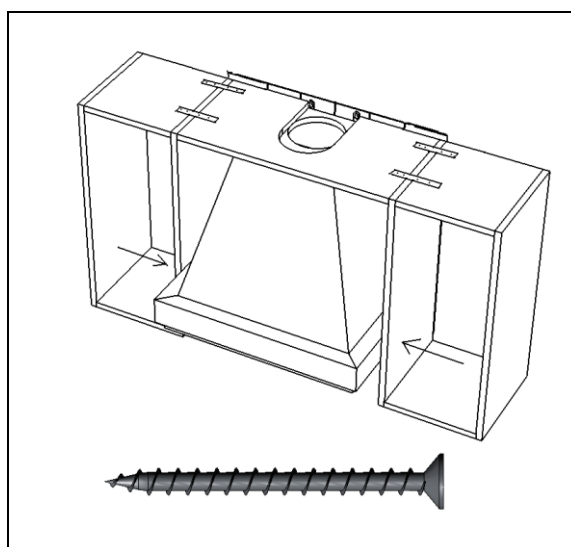

Рис. 20
8. После монтажа всего кухонного гарнитура рекомендуется произвести дополнительное крепление короба через боковые стенки соседних шкафов шурупами 4x40 мм (Рис. 20)